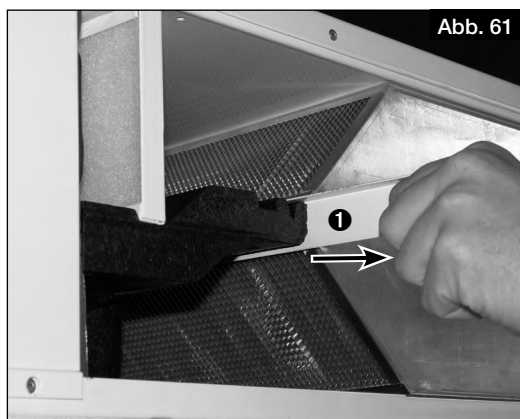

Abb. 61
2. Dichtleiste ❶ herausziehen (s. Abb. 61).